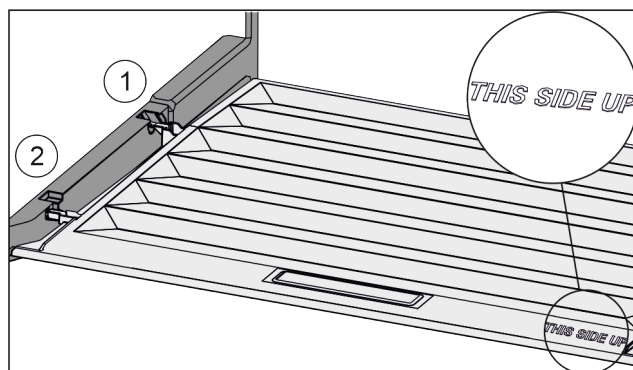

Fig. 34
- ▶ Robova predala vstavite nad odprtino zadnjega držala Fig. 34 (1), spredaj pa ju zataknete v držalo Fig. 34 (2).